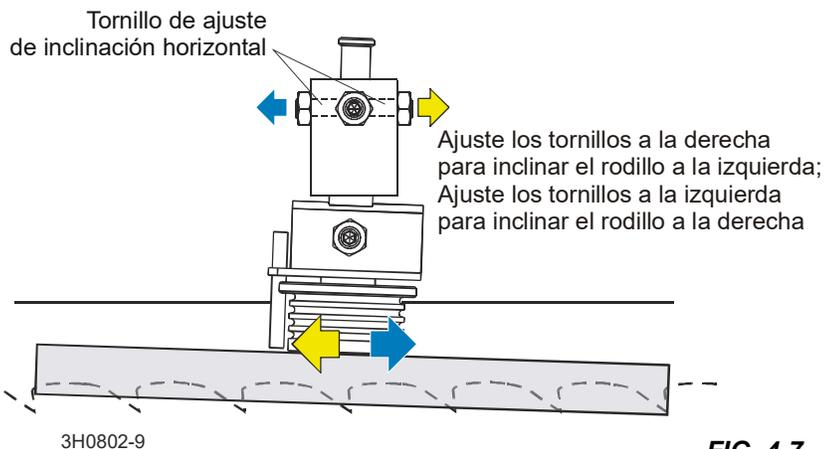

FIG. 4-7
5. Afloje las contratuercas en los tornillos de ajuste de la inclinación horizontal. See FIG. 4-7.